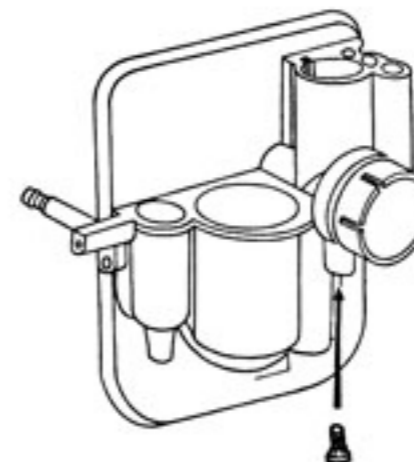

Fig. 5
- Dévisser la vis bouchon (tournevis cruciforme) de la canalisation de sortie de ralenti de façon à vérifier si celle-ci n'est pas obstruée (nettoyer si nécessaire à l'air comprimé, Fig. 5).